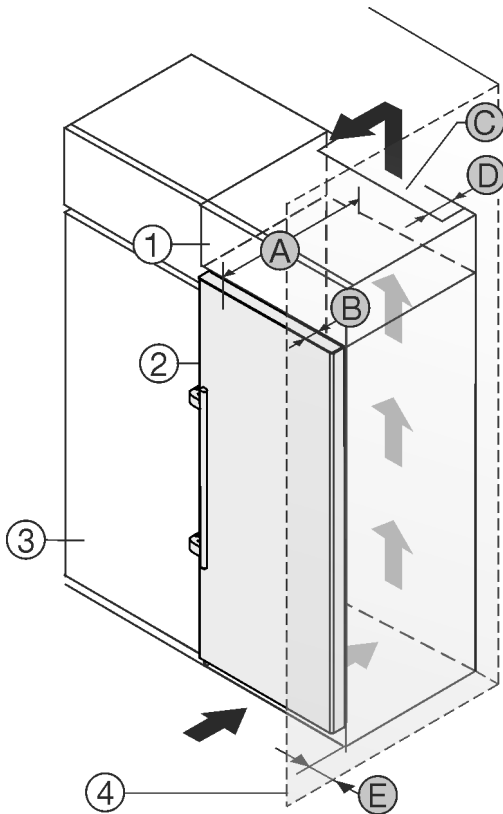

Fig. 2
Prietaisą galite statyti iš karto šalia virtuvės spintelės Fig. 2 (3).*
Galiniėje uždedamos spintelės pusėje turi likti tarpas ventiliacijai, kurio gylis Fig. 2 (D) būtų per visą uždedamos spintelės plotį.*
Po patalpos lubomis turi būti laikomasi vėdinimo angos skerspjūvio Fig. 2 (C).*
Jei prietaisai su lankstais statomas greta sienos Fig. 2 (4), mažiausias atstumas tarp prietaiso ir sienos turi būti 57 mm . Tai atitinka rankenų išsikišimą esant atvertoms durims.*
Kad durys atsidarytų iki galo, palyginti su šaldytuvo priekiu, prietaisai turi išsikišti bent per savo durų gylį Fig. 2 (B). Priklausomai nuo virtuvės spintelės Fig. 2 (3) gylio ir atstumo iki sienos nustatančių detalių naudojimo, prietaisai gali išsikišti daugiau.*